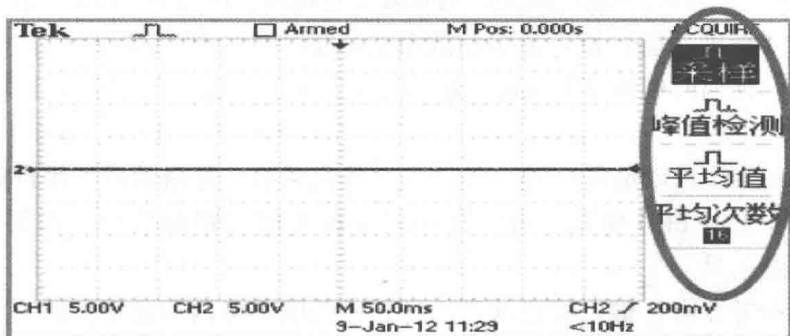

图 2-3 Acquire 键菜单
(2) Auto Set (自动设置) 键: 按下“自动设置”键时, 示波器自动识别波形的类型并调整垂直刻度、水平刻度和触发设置等控制方式, 从而获得显示稳定的波形。根据检测到的信号类型, 在显示屏的波形区域中显示相应的自动测量结果。
(3) Default Setup (默认设置) 键: 调出示波器的出厂默认设置, 示波器将显示 CH1 波形, 并清除其他所有波形。
(4) Single (单次序列) 键: 示波器在采集单个波形后停止。示波器检测到某个触发后, 完成采集然后停止。每次按下 Single 键, 示波器便会采集另一个波形。
(5) Help (帮助) 键: 显示示波器的帮助系统, 涵盖了示波器的所有功能。帮助系统提供了多种方法来查找所需信息, 包括上下文相关帮助、超级链接、索引。
(6) Acquire (采集) 键: 设置采集参数, 选项包括采样、峰值检测、平均值、平均次数, 如图 2-3 所示。“采样”用于采集和精确显示多数波形, 这是默认方式。“峰值检测”用于检测毛刺并减少假波现象的可能性。“平均值”用于减少信号显示中的随机或不相关的噪声。